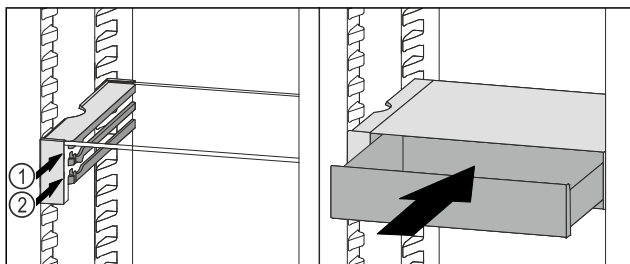

Fig. 197
- Posizionare il cassetto VarioSafe dietro i tappi sulla nervatura desiderata Fig. 197 (1) o Fig. 197 (2).